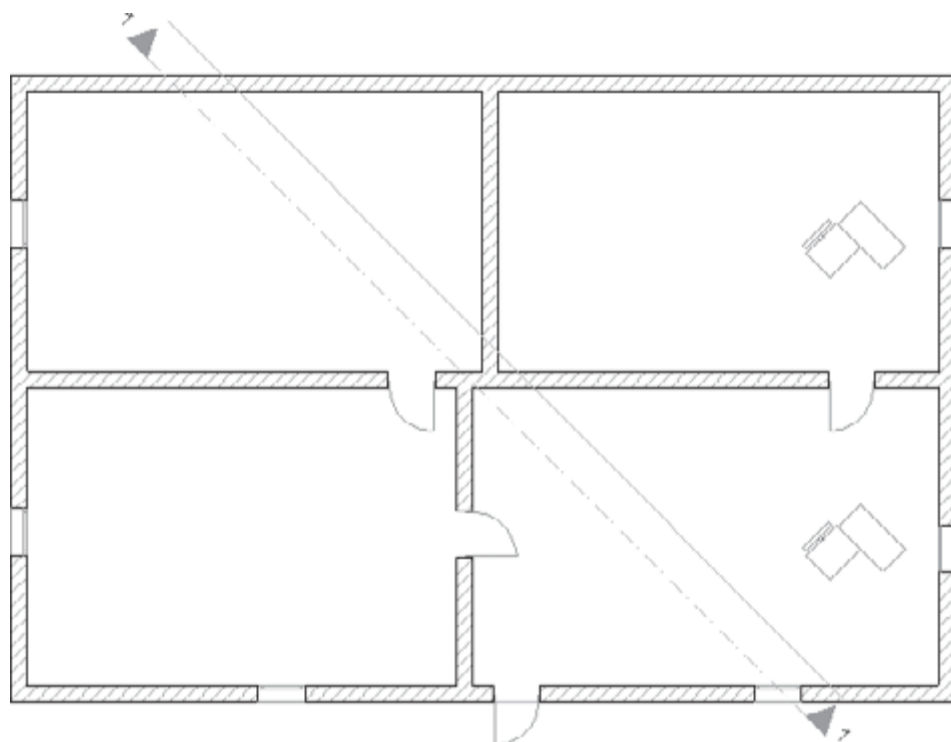

Рис. 11.9. Вид разреза на плане этажа
9. Переместите указатель мыши на ту сторону проекции секущей плоскости, куда должен быть направлен взгляд, и щелкните кнопкой мыши. Разрез построен (рис. 11.9).